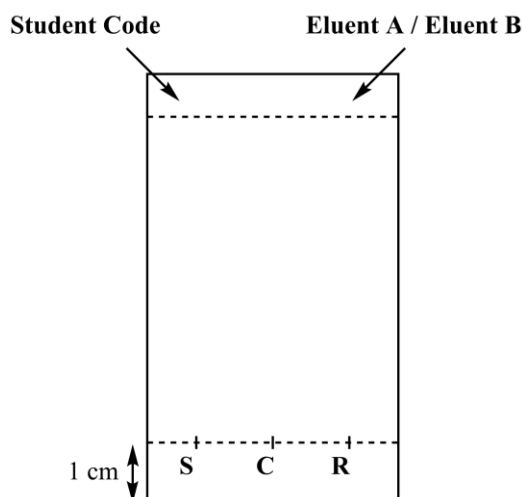

Figura 3. Preparación de una placa de CCF
20. **Prepare la placa de CCF.** Use un lápiz para **marcar** la línea de siembra (1 cm por encima de la base de la placa), las posiciones dónde se sembrarán las 3 muestras, y la línea del solvente. **Etiquete** las posiciones como **S** (reactivo de partida), **C** (producto impuro), y **R** (producto recrystalizado) (vea la Figura 3). En la parte superior derecha de la placa, **escriba** el eluyente utilizado (primero **Eluyente A**, y luego **Eluyente B**). **Siembre** las tres muestras en las placas usando los capilares.